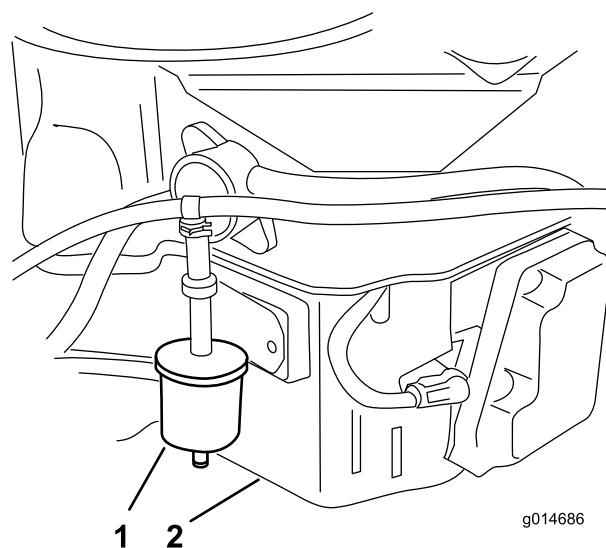

Figure 35
3. Déposez le filtre d'évent de carburant existant (Figure 35).